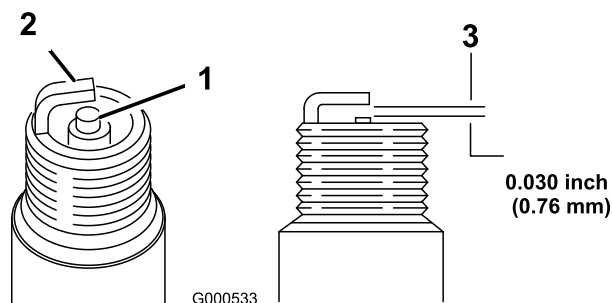

Figure 31
5. Réglez l'écartement des électrodes à 0,76 mm, comme montré à la Figure 31.